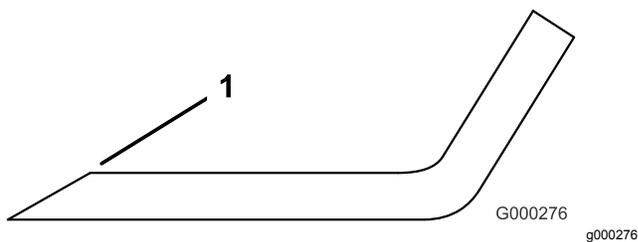

Рисунок 90
3. Проверьте режущие кромки всех ножей и заточите их, если они затупились или имеют зазубрины (Рисунок 90).
Примечание: Чтобы ножи всегда оставались острыми, затачивайте только верхнюю сторону режущей кромки и сохраняйте первоначальный угол заточки (Рисунок 90). Балансировка ножа не нарушается, если с обеих режущих кромок удаляется одинаковое количество материала.